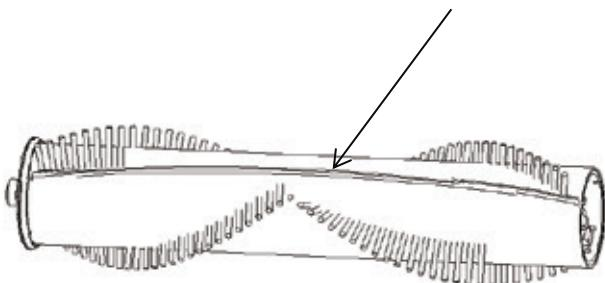

Fig. 6-6c
7) Skrap langs sporet til rullebørsten med bladet for å klappe og fjerne håret. Sett deretter gulvbørsten godt på igjen og lukk rullebørstedekselet. (Obs: Ikke bruk bladet på selve gulvrullebørsten for å kutte det innviklede materialet) (Fig. 6-6c)